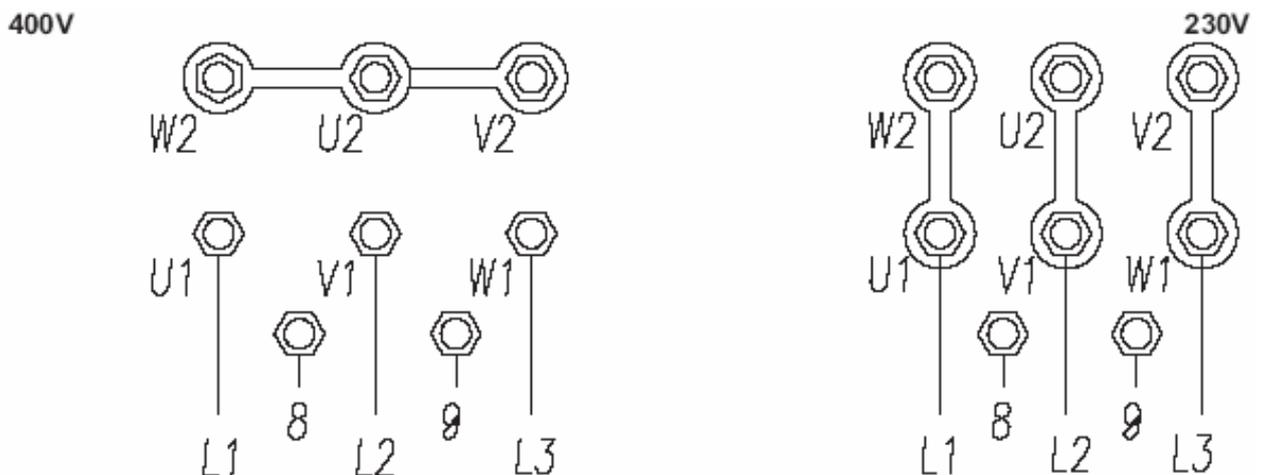

Рисунок 48.
- выполните подключение устройства защиты от перегрева (8,9, Рисунок 48).